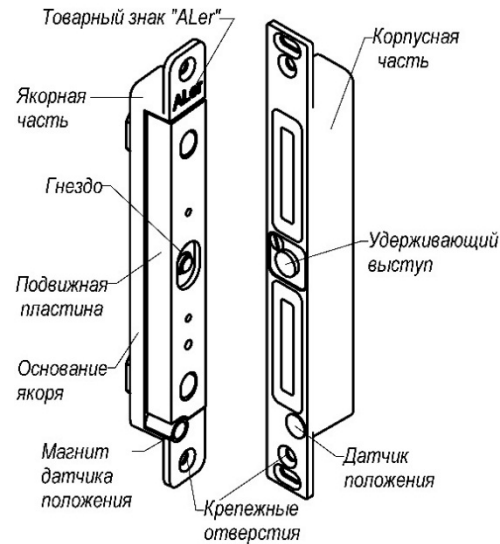

Рисунок 1
4.1 ЗАМОК состоит из корпусной и якорной частей. Корпусная часть монтируется в дверной коробке, якорная часть - в двери. При закрытии двери подвижная пластина якорной части (рисунок 1) притягивается к рабочей поверхности корпусной части, при этом удерживающий выступ на корпусе входит в соответствующее гнездо пластины якоря и блокирует дверь. Величина удерживающего усилия замка определяется конструктивными размерами удерживающего выступа. При снятии напряжения питания ЗАМОК разблокируется, что приводит к отпиранию двери.
4.2 Датчик Холла, расположенный на фланце корпуса (датчик положения), и магнит датчика положения, расположенный в якорной части (рисунок 1), используются для управления внутренней электронной схемой замка и определяют режимы «ПОДБРОС» и «УДЕРЖАНИЕ». При закрывании двери по сигналу датчика положения выполняется включение обмоток замка большим током намагничивания. Тем самым реализуется режим активного притягивания («подброс» якоря). Режим «ПОДБРОС» длится 4 – 5 секунд, после чего происходит переключение в режим «УДЕРЖАНИЕ» в заблокированном положении с пониженным током потребления.
Якорная часть вертикального варианта должна быть сориентирована в гнезде по установочной метке в виде товарного знака «ALer» направлением вверх (рисунок 1), для горизонтального варианта знак «ALer» на якорной части должен находиться ближе к оси поворота двери (рисунок 3).
5.3 Для монтажа корпусной части в дверной коробке подготавливается аналогичное гнездо напротив гнезда в двери. Корпусная часть замка ориентируется относительно якорной части по датчику положения на фланце замка. Датчик положения на корпусе должен находиться напротив магнита на якорной части (рисунок 1). Рекомендуется гнездо делать на 2-5мм шире корпуса, чтобы компенсировать погрешности монтажа в поперечном направлении за счет перемещения корпусной части в пределах гнезда.